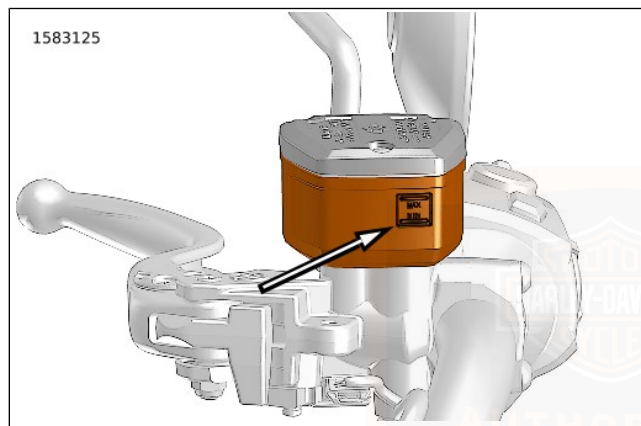

Abbildung 62. MIN-Markierung am Vorderradhauptbremszylinderbehälter
2. **Vorne:** Siehe Abbildung 62. Den Füllstand an der Seite des Vorderradbremsschlauchbehälters prüfen. Füllstand muss über der Mindestmarkierung am Schauglas liegen.